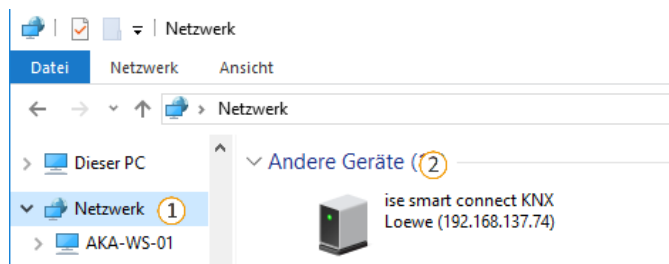

Abbildung 2: Aufruf der Gerätewebsite über Netzwerkumgebung
- Alternativ wählen Sie das Gerät in der Netzwerkumgebung in der Kategorie <<Andere Geräte>> (s. Abbildung 2 (1)): Doppelklicken Sie das Icon des Geräts (2).